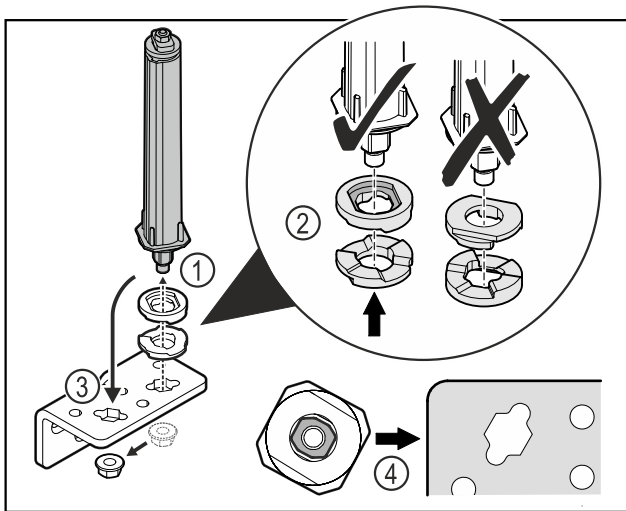

Fig. 41
- ▶ Odvijte matice in odstranite sistem za zaklepanje vrat Fig. 41 (1).
- ▶ Pazite na pravilno razporeditev podložk za nastavljanje višine Fig. 41 (2).
- ▶ Sistem za zaklepanje vrat prestavite v kotniku tečaja in ga fiksirajte z matico Fig. 41 (3).
- ▶ Pri vstavljanju pazite na pravilno naravnost sistema za zaklepanje vrat Fig. 41 (4).